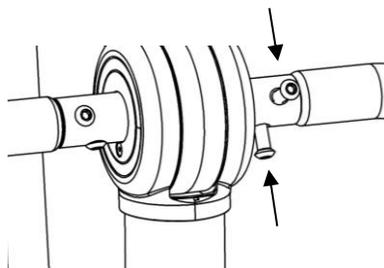

Fig. 1.6E
4. Montez les poignées sur le mât avec deux vis et serrez-les avec la clef Allen (Fig. 1.6E).